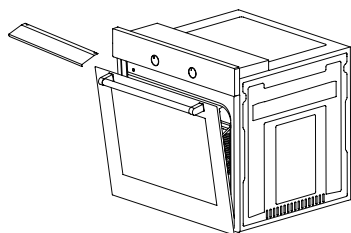

Рис. 16
1. Откройте дверцу духовки и установите теплозащитный экран под панель управления. (рис. 16)